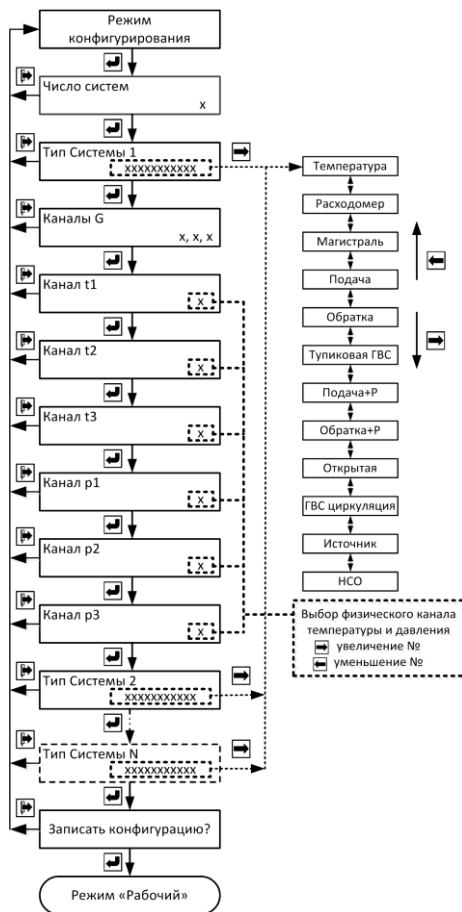

Рис. 9.1
6.2.2. Порядок перехода между окнами в «Режиме конфигурирования» изображён на рис. 9.1. Выбор количества систем и типа каждой системы осуществляется при помощи кнопок «вправо» или «влево», переход к следующей системе – кнопкой «вход». Выход из «Режима конфигурирования» без записи конфигурации – кнопкой «выход».